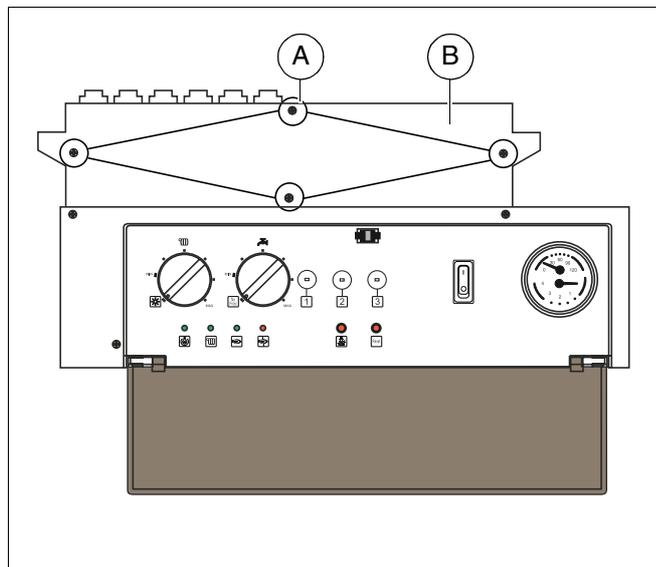

Fig. 28 Rendere accessibile il settore di collegamento
- Per rendere accessibile il settore di collegamento, svitare le quattro viti (fig. 28, **pos. A**) e rimuovere il rivestimento (fig. 28, **pos. B**).